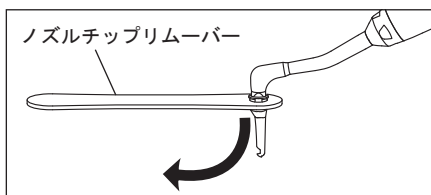

図7
- 5) 治療終了後、ノズルチップリムーバーを使用してハンドピースからノズルチップを取り外して、ノズルチップを廃棄してください（図7）。